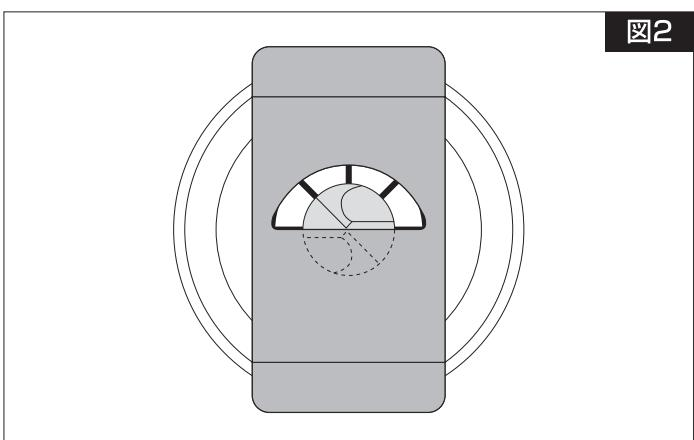

図2
●ドリルの径に合ったコレットを収納ケースから選び出し、コレットホルダーにはめ込みます(図2-A)。はめ込み式ですのでホルダーの内周の突起部にコレットの首を引っ掛けながら押すようにはめ込んでください。
- 図2のように半円の下側の線とドリルの刃先が並行になっているかを確認してください。